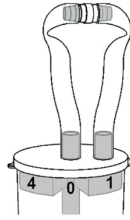

Abb. 4
9. Verbinden Sie beide Schlauchenden fest mit dem Schlauchverbinder. Die Saug-Polypenfalle ist somit abgedichtet (Abb. 4).